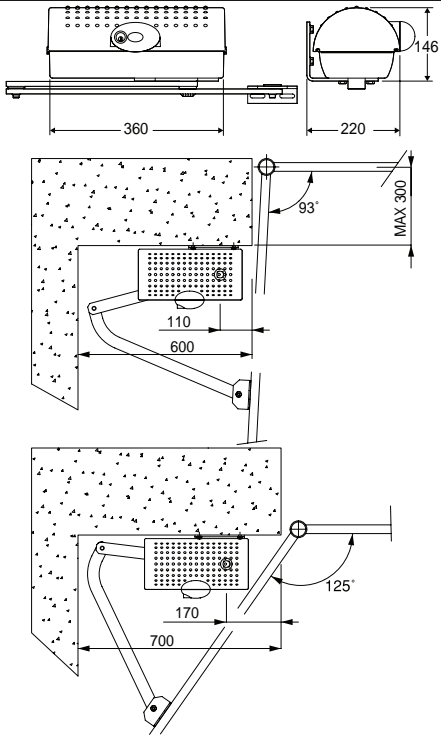
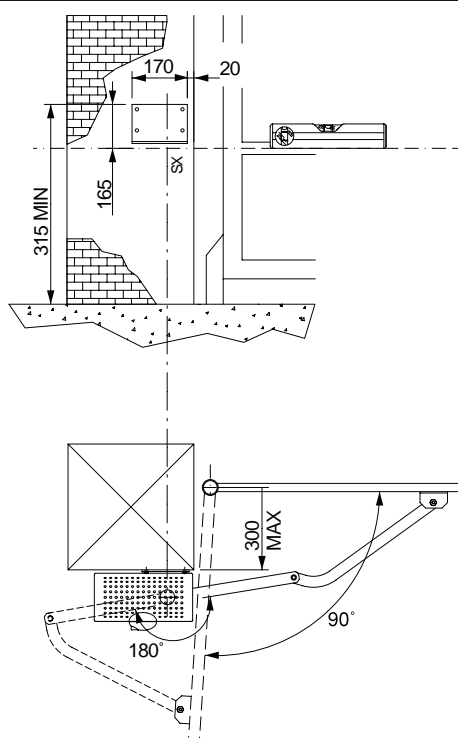
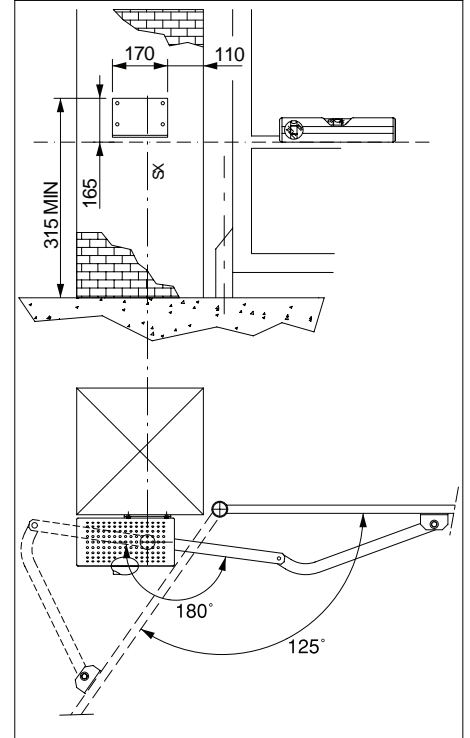

Рис. 2
Рис. 3
Рис. 4
- Структура полотна ворот прочная и жесткая. Положения крепления должны выбираться соответственно структуре створки. В любом случае, кривые рычаги должны иметь точкой приложения усилия силовую конструкцию полотна ворот (**рис.2**).
5) КРЕПЛЕНИЕ МОНТАЖНОЙ ПЛАСТИНЫ (РИС.2)
После определения места крепления на створках, при закрытых воротах, проведите воображаемую линию до столба (рис.2). Расположите кронштейн, соблюдая размеры рис.2 для открывания на 90 гр. Или рис.3 для открывания больше 90 гр. До 125 гр. максимально. Положение крепления кронштейна должно быть параллельно и в плоскости полотна ворот. Используйте крепеж, винты или болты, подходящие для крепления в материал столба. Если поверхность столба неровная, используйте призонные болты, чтобы иметь возможность выровнять пластину параллельно створке (рис.4).